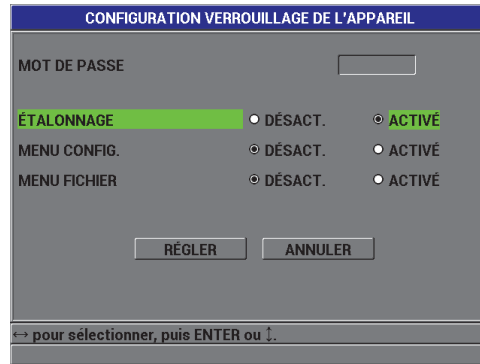

Figure 5-11 Écran CONFIGURATION VERROUILLAGE DE L'APPAREIL
2. Dans l'écran **CONFIGURATION VERROUILLAGE DE L'APPAREIL** (voir la Figure 5-11 à la page 114), si vous avez configuré un mot de passe, entrez le mot de passe dans le champ **MOT DE PASSE**, et puis verrouillez ou déverrouillez comme suit :